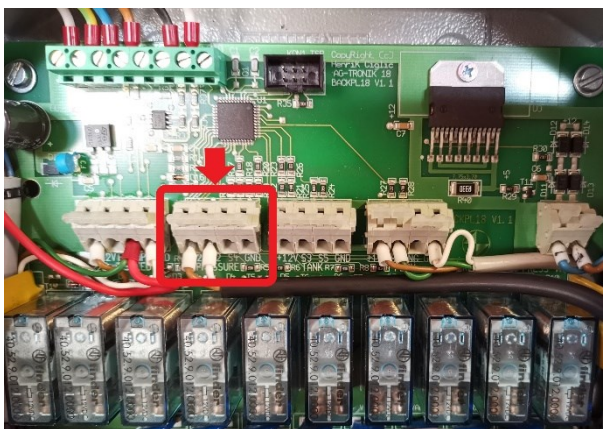

Bild 58
- Der Drucksensor (Signal- und Versorgungskabel) wird im Schaltschrank an die markierte Stelle angeschlossen (Bild 58).